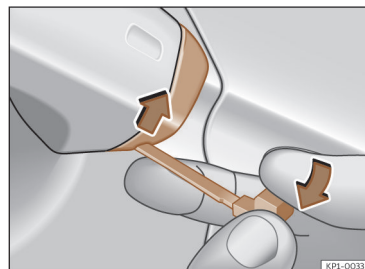

Fig. 78 Manípulo da porta do condutor: soltar a tampa fazendo alavanca.
- Introduza o palhetão na abertura inferior da tampa do manípulo da porta do condutor e faça alavanca na direção da seta >>> **Fig. 78.**